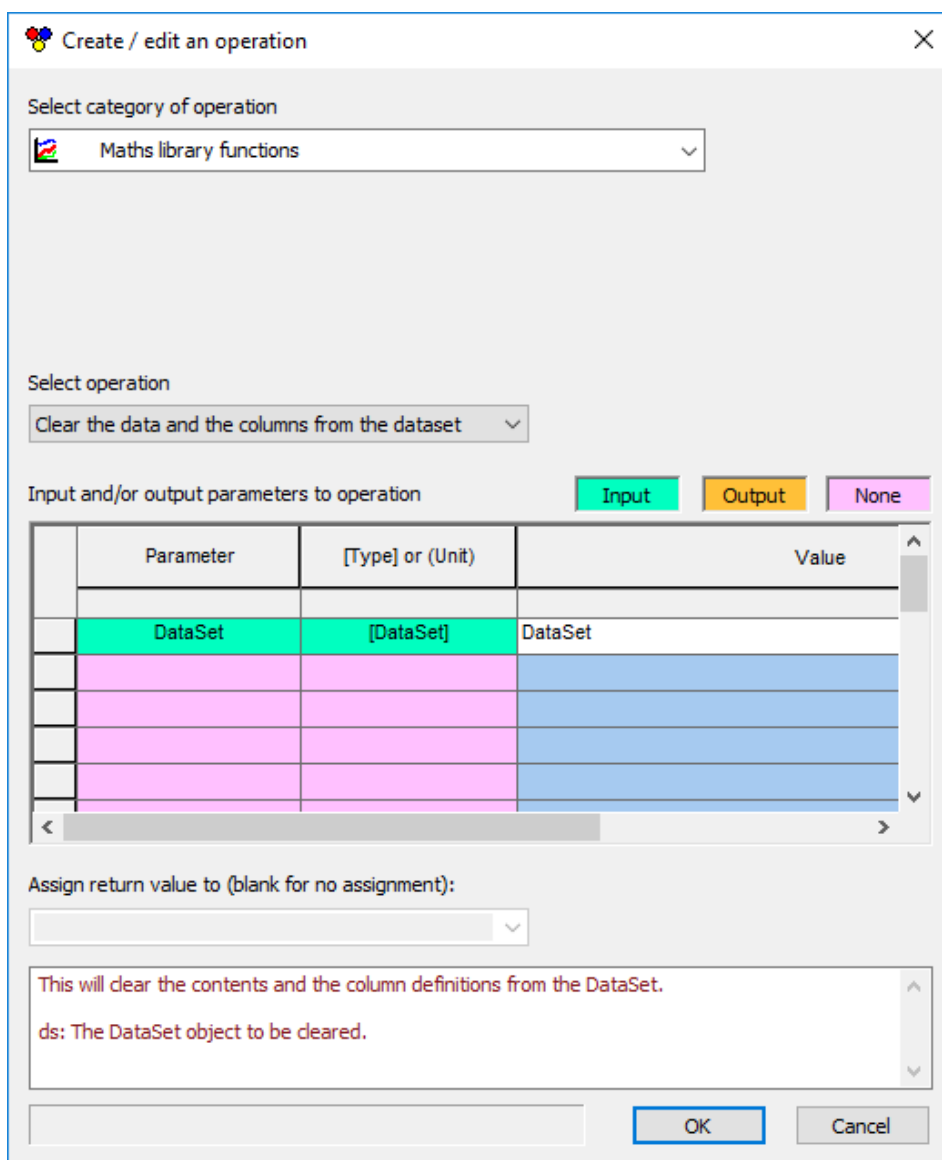

Рисунок 40: Вікно створення/редагування операції для операції *ClearData*.
14. У розкритому списку знайдіть список елементів *ResolveUser*. Він міститиме екземпляр *DataSet [Dataset]*, створений раніше у вправі – виберіть це (Рисунок 40).